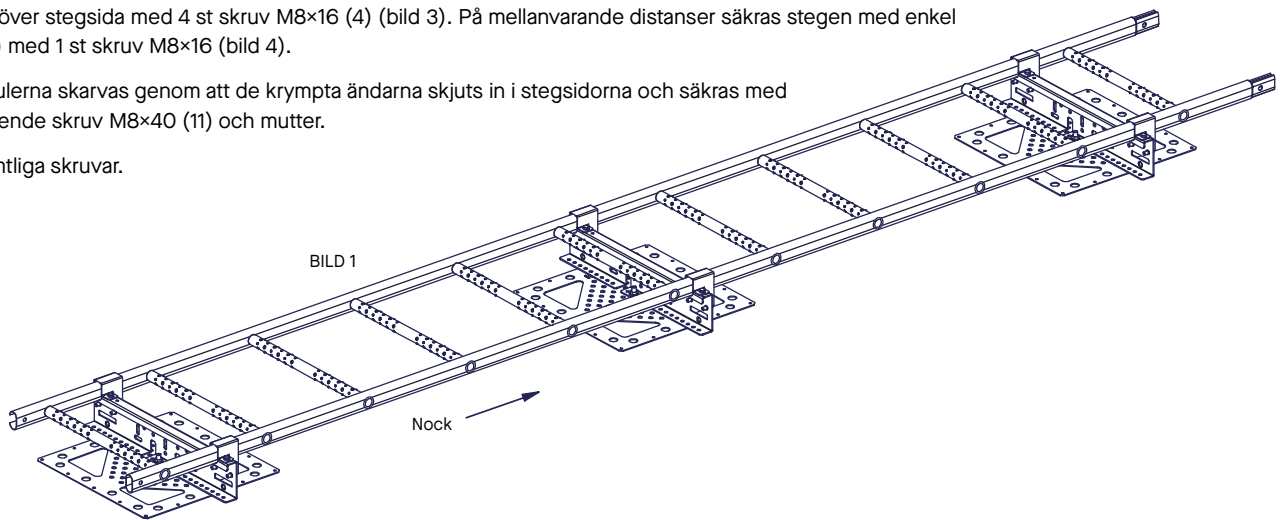

BILD 2
Infästningsplattan monteras enligt separat monteringsanvisning. Placera tätning 40×40×3 (2) över uppstickande M10 skruv och därefter distansen och säkra med 1st M10 mutter (3) (bild 2).